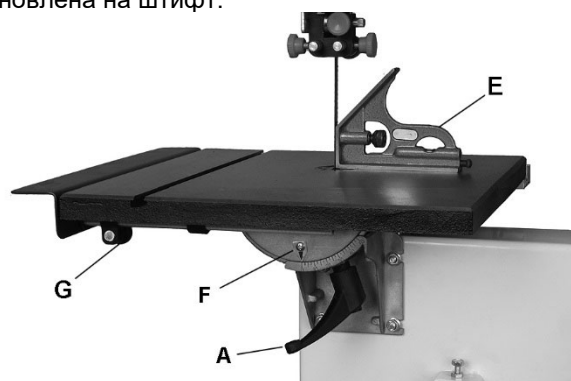

Рисунок 10
3. Положите квадрат (Е, рис. 10) на стол напротив лезвия, чтобы убедиться, что угол наклона стола составляет 90° к лезвию.
2. Убедитесь, что индикатор наклона стола (F, рис. 10) указывает на ноль.
3. Ослабьте фиксатор (G, рис. 10) и отодвиньте удлинитель (H, рис. 10) от стола.